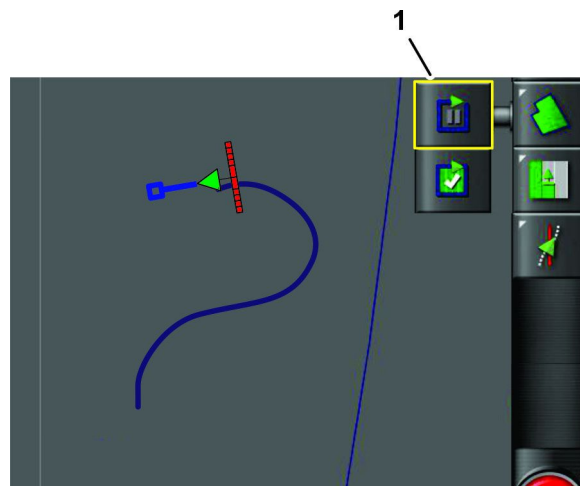

Рисунок 42
2. Нажмите на значок ПАУЗЫ ЗАПИСИ ГРАНИЦЫ ПОЛЯ (Рисунок 42).